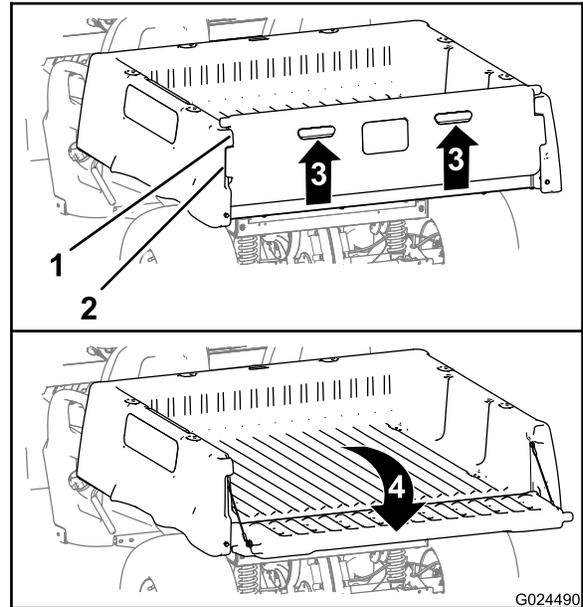

Figura 15
2. Tire hacia arriba del portón usando los tiradores del panel trasero (Figura 15).
3. Alinee las pestañas de bloqueo del portón trasero con los huecos situados entre las pestañas de la caja de carga (Figura 15).
4. Gire el portón trasero hacia atrás y hacia abajo (Figura 15).
6. Gire el portón hacia arriba y hacia adelante hasta que las pestañas de bloqueo del portón trasero estén enrasadas con el hueco de la caja de carga (Figura 15).
7. Baje el portón hasta que quede asentado en la parte trasera de la caja de carga (Figura 15).